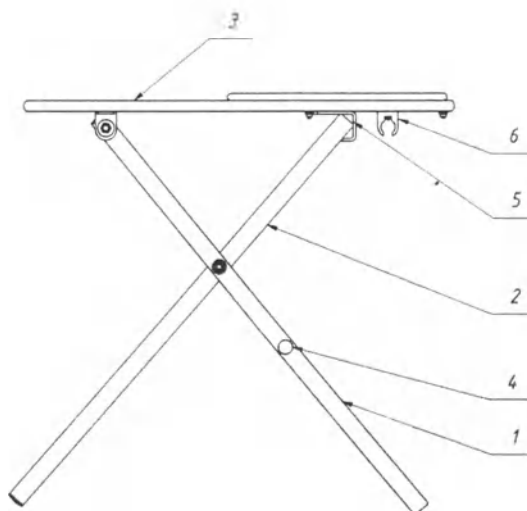

Рисунок 1
Парта (рис.1) состоит из основания, состоящего из двух дуг (1) и (2), и столешницы (3). На дуге (1) имеется фиксатор (4). Столешница может регулироваться по высоте перестановкой скоб (5) в нужное положение. С помощью клипсы (6) парта фиксируется на фиксаторе (4) сложенном состоянии.